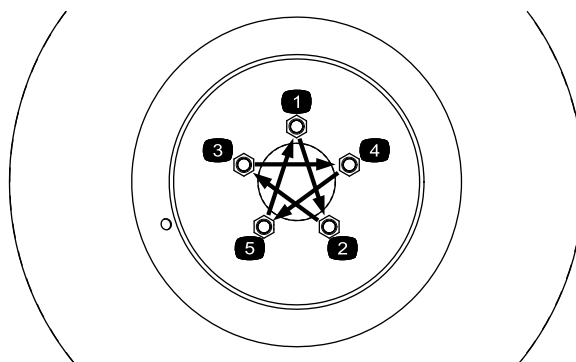

Figura 9
4. Volte a instalar os pneus traseiros e aperte as porcas das rodas com 94 a 122 Nm., num padrão cruzado (Figura 9).